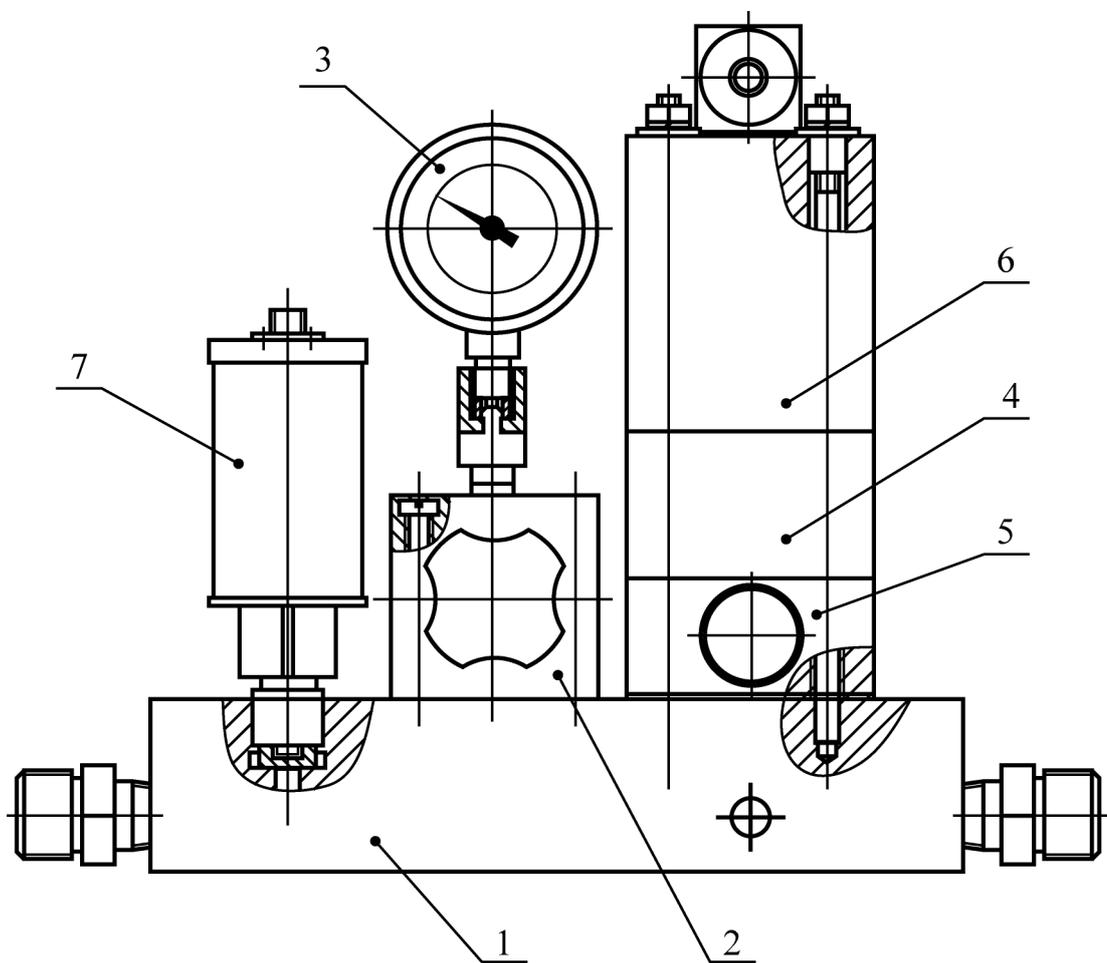

Рисунок 4
7.3. Блок гидравлический рисунок 4 состоит из плиты 1, на которой смонтированы переключатель 2 с манометром 3, клапан предохранительный 4, дроссель с обратным клапаном 5, распределитель 6, преобразователь давления 7.